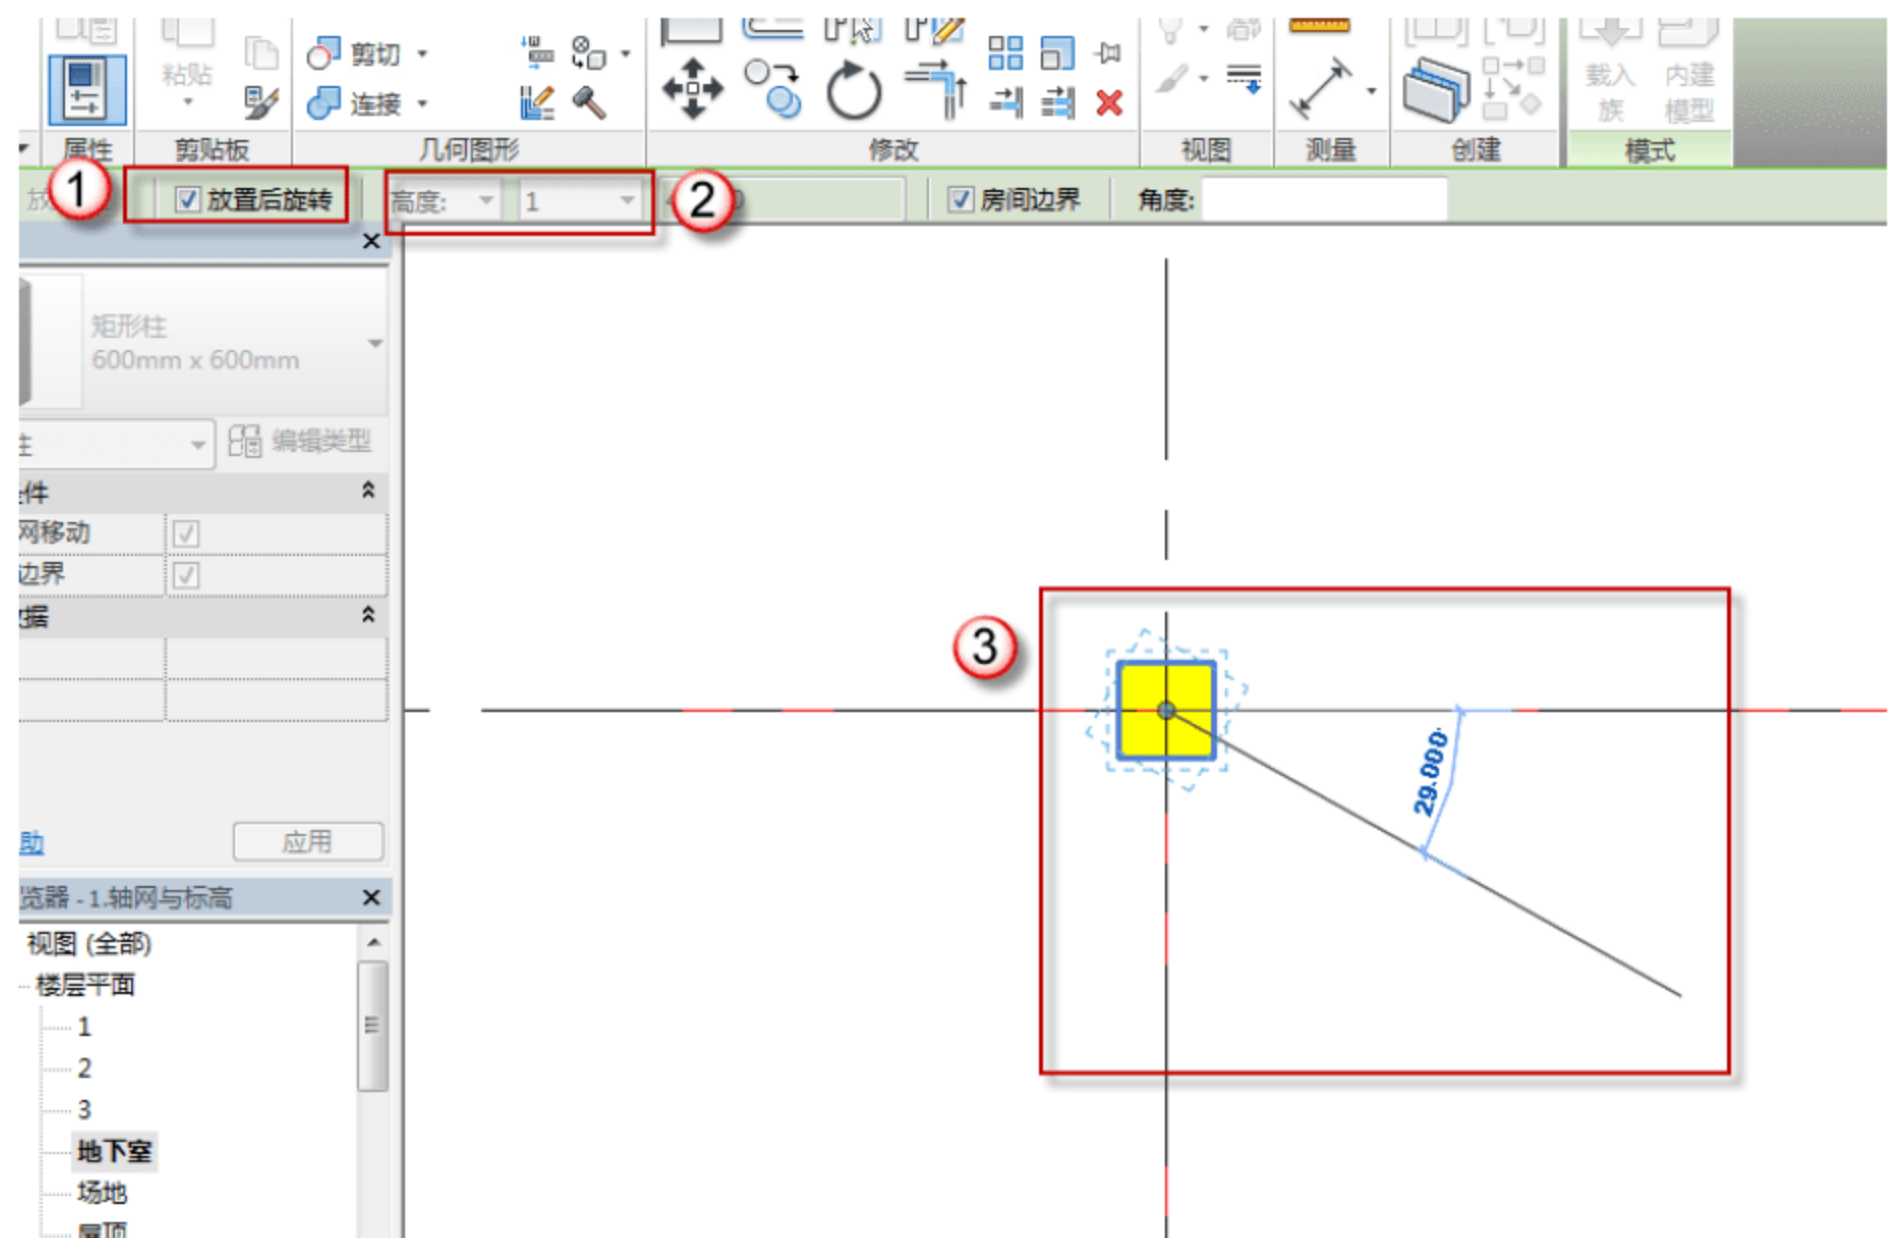

图 9.1.8 “600mm×600mm” 柱的布置
(8) 柱的布置。在绘图界面中，选中“放置后旋转”复选框，选择“高度”并选择对应柱的楼层，在需要插入柱的位置插入所需要的柱，然后移动光标将柱放置成项目所需要的角度，单击确定，如图 9.1.8 所示。